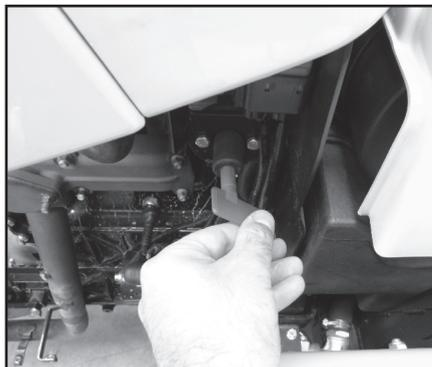

Fig. 5.15
- Ruotandolo ancora in senso antiorario, il commutatore si sgancia ed è possibile rimuoverlo (Fig. 5.15).